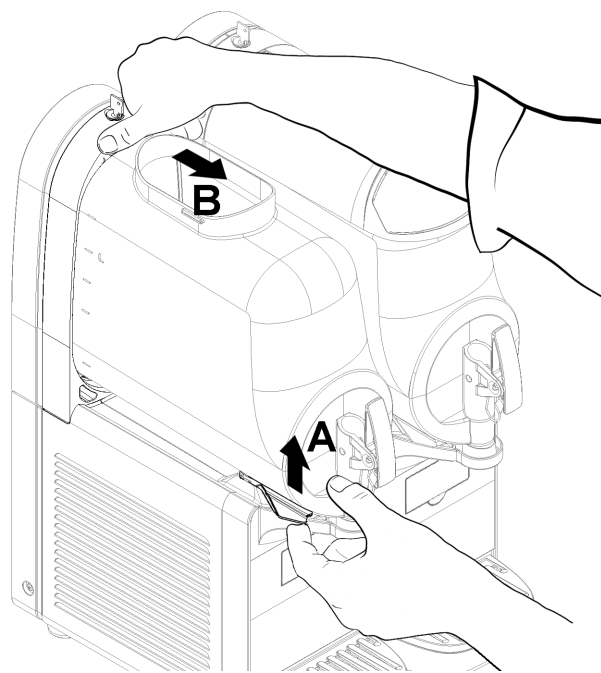

figura 10
- 2 Per smontare il contenitore è necessario spingere verso l'alto l'apposita leva (vedere figura 10) e quindi sfilare il contenitore